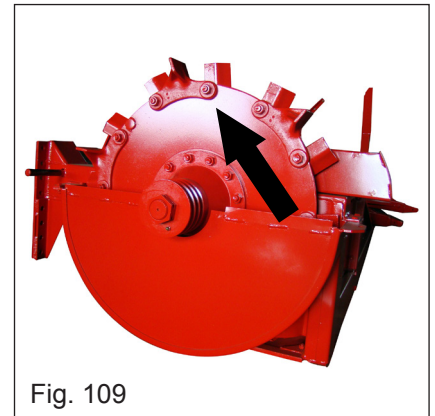

Fig. 109
b) Afloje el tornillo (Fig. 109) de la paleta del rotor, realizando una operación a la vez. Quite una paleta y sustitúyalo por una nueva paleta, volviendo a fijar los tornillos;